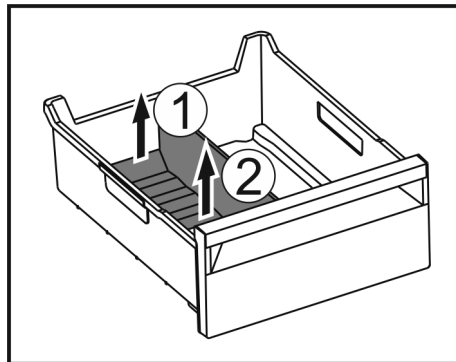

Fig. 99
- ▶ Hinteren Teil des Eisfach-Trenners anheben. Fig. 99 (1)
- ▶ Eisfach-Trenner nach oben entnehmen. Fig. 99 (2)